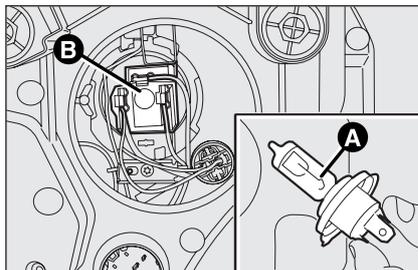

fig. 19
LUCI ANABBAGLIANTI/ ABBAGLIANTI fig. 19
- scollegare il connettore elettrico **B-fig. 19** centrale e sganciare la molletta fermalam-pada;